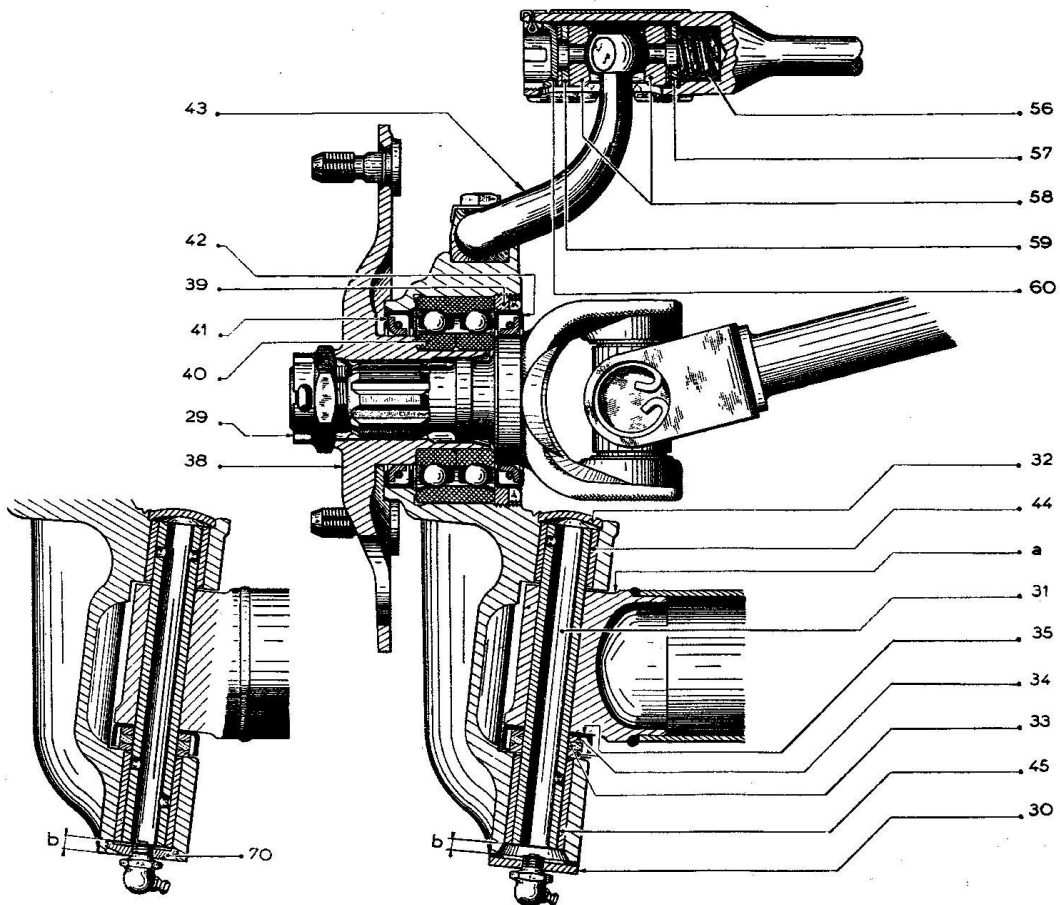

Fig. 31. Snit af forhjulsspindel og styrebolt.
Forhjulenes "sporing" er en spredning på 1 til 3 mm, målt på fælgenes yderkanter i centrumshøjde. Justering finder sted ved, at man udtager møtrikkerne (60), fig. 31, i begge sider (de er sikret med split), og foretager en udskiftning eller flytning af justerskiverne (57 og 59). Derefter iskrues møtrikkerne (60) helt og løsnes en sjettedel omdrejning, hvorefter de sikres med splitter i nærmeste hul.